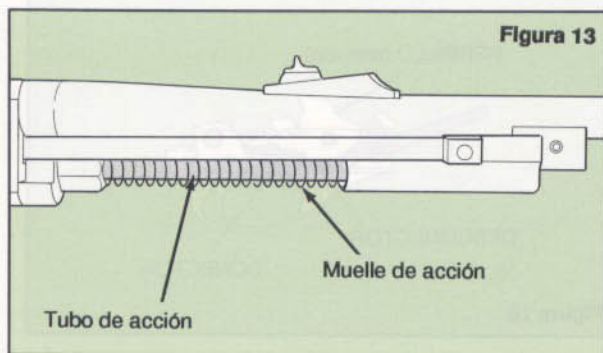

Figura 13
2. Con la escobilla, limpie el muelle de acción y el tubo de acción con un solvente de limpieza de armas. Vea la Figura 13.